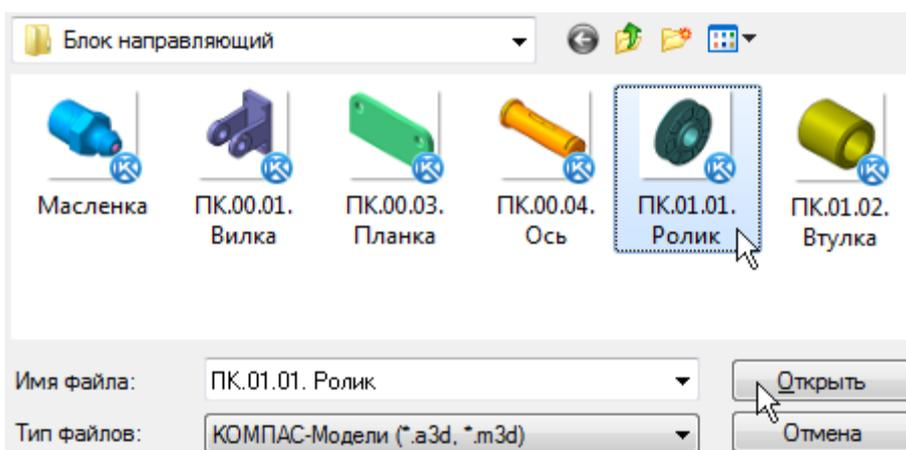

Рисунок 6.
- В диалоге открытия файлов, в папке Блок направляющий, укажите деталь ПК.01.01. Ролик и нажмите кнопку Открыть (рис.6).